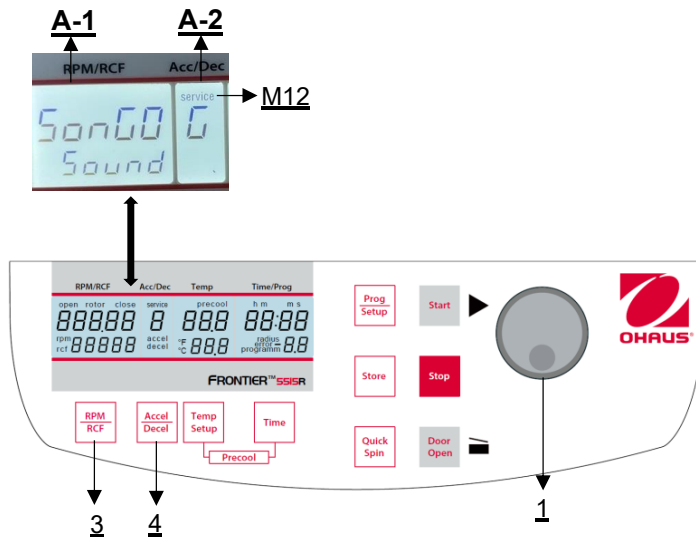

Figure 33
Procéder comme décrit au point 4.1.1 pour entrer dans ce mode de programmation et appuyer ensuite sur la touche **"Accel/Decel"** (4). Sur l'écran **"Acc/Dec"** (A-2), le mot **"Service"** (M12) clignote. Sélectionnez maintenant la lettre **"G"** à l'aide du bouton de réglage (1). Les mots "SonGo/Sound" apparaissent alors sur l'écran **"RPM | RCF"** (A-1). Après avoir appuyé sur la touche **"RPM | RCF"** (3), vous pouvez sélectionner un morceau à l'aide du bouton de réglage (1) (voir figure 33).